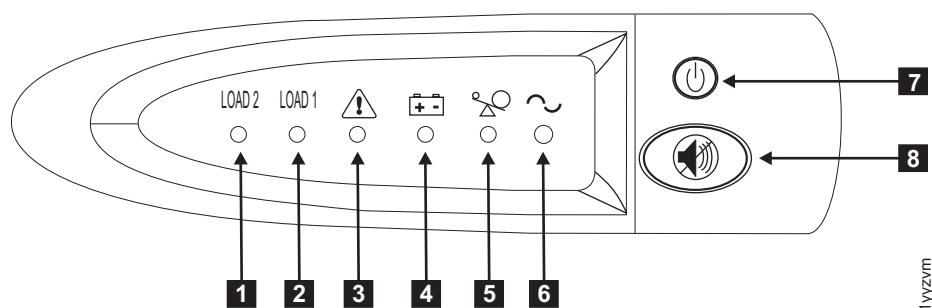

図 349. 2145 UPS-1U のフロント・パネル・アセンブリ
12. 2145 UPS-1U の電源をオンにするために、オン/オフ・ボタン (図 349 の **7**) を押したままの状態にします。2145 UPS-1U の一部のバージョンでは、オン/オフ・ボタンを押すために、ねじ回しのような先の尖った道具が必要な場合があります。2145 UPS-1U は自己診断テストを行います。これには約 5 秒かかります。その後で、電源オン・インディケーター **6** と負荷インディケーター (**1** および **2**) が恒常的に点灯し、2145 UPS-1U が SAN ボリューム・コントローラーに電源を供給していることを示します。2145 UPS-1U は、通常モードのときにバッテリーの充電を開始します。